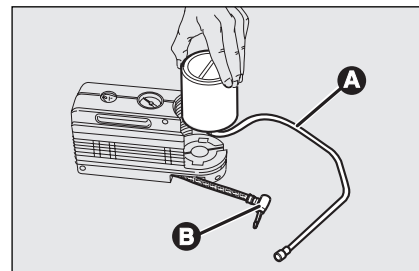

Рис. 17
- отсоедините соединитель **В**, **рис. 17**;